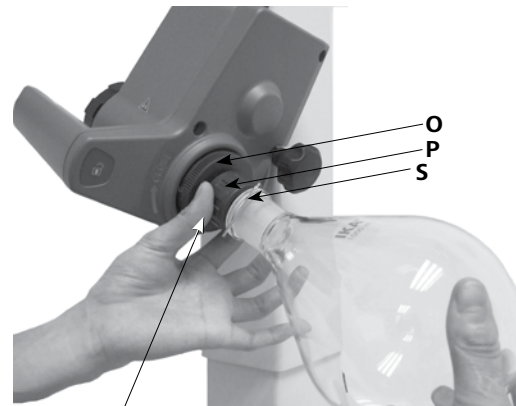

Fig.15b
- Drehen Sie die Kunststoffmutter (**P**) mit der Klammer (**S**) gegen den Uhrzeigersinn bis sich die Klammer über den Flansch legen lässt. (Fig.15b)